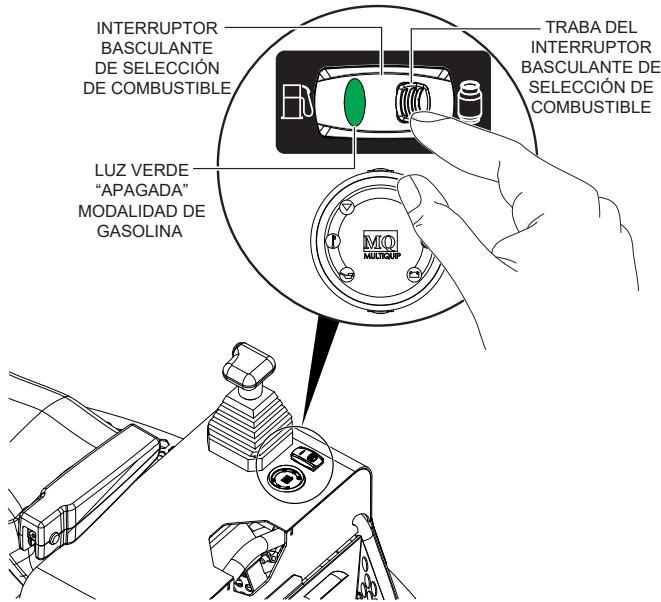

Figura 20. Interruptor de selección de combustible (modalidad de GPL)
7. Para seleccionar la modalidad de **GPL**, oprima el lado derecho del interruptor basculante de selección de combustible. La luz **VERDE** está **ENCENDIDA** (Figura 20).